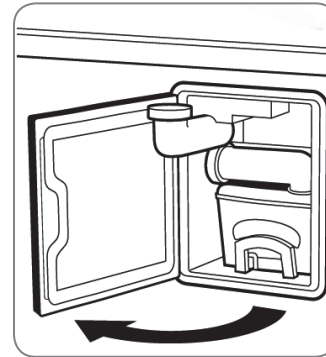

Abbildung 4.31
2. Drehen Sie den Trichter (Abbildung 4.31) heraus, drehen Sie den Deckel ab und stellen Sie den Nachfüllaufsatz auf den Trichter. Fügen Sie die angegebene Menge Spülflüssigkeit für den Spülwassertank hinzu.